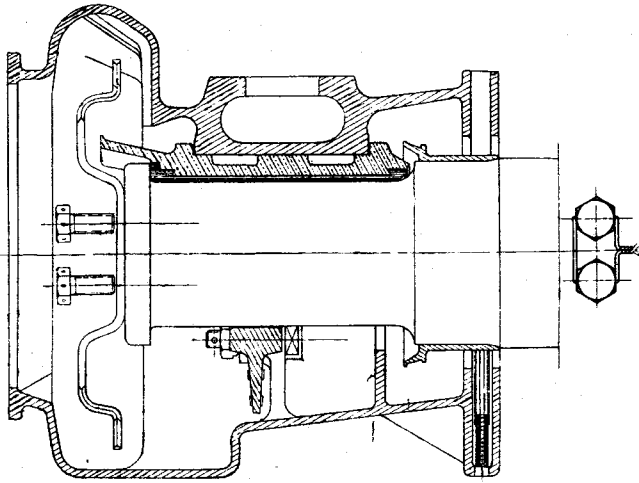

Fig. 9.
10. **Olieslyngen paamonteres** (Fig. 9) og fastgøres omhyggeligt med 2 Skruer, som sikres med en 2,5 mm udglødet Staaltraad, trukket igennem Huller i Skruehovederne, hvorefter Enderne snoes sammen.